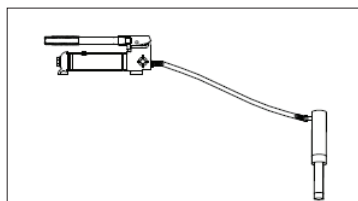

Fig. 03
- Stellen Sie die Ramme auf einer niedrigeren Ebene als die Pumpe auf, mit dem Kolbenende nach unten zeigend.(Fig. 03)